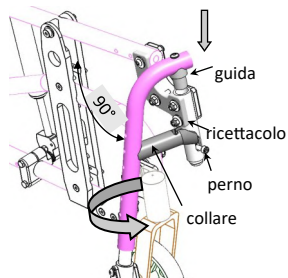

fig. 21: Inserimento/Disinserimento tubo poggiagamba
* **Versione ribaltabile** (fig. 21)